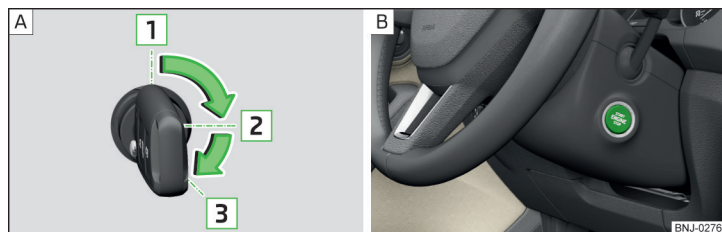

Fig. 114 Pozițiile cheii autovehiculului în butucul de contact / butonul de pornire
Pozițiile cheii autovehiculului în butucul de contact » fig. 114 - A
- Apăsăți butonul » fig. 114 - B, contactul se cuplează/decuplează.
- La autovehicule cu **butuc de contact**, rotiți cheia în poziția 3 » fig. 114 la pagina 92 - A, are loc procedura de pornire. Apoi eliberați cheia, motorul pornește automat.
- La autovehicule cu **buton de pornire**, apăsați scurt butonul » fig. 114 la pagina 92 - B, motorul pornește automat.
- La autovehicule cu **butuc de contact**, rotiți cheia în poziția 1 » fig. 114 la pagina 92 - A.
- La autovehicule cu **buton de pornire**, apăsați butonul » fig. 114 la pagina 92 - B, motorul este oprit simultan cu decuplarea contactului.
➤ Mențineți apăsat butonul » **fig. 114 la pagina 92** -  sau apăsați-l de două ori în interval de 1 secundă.